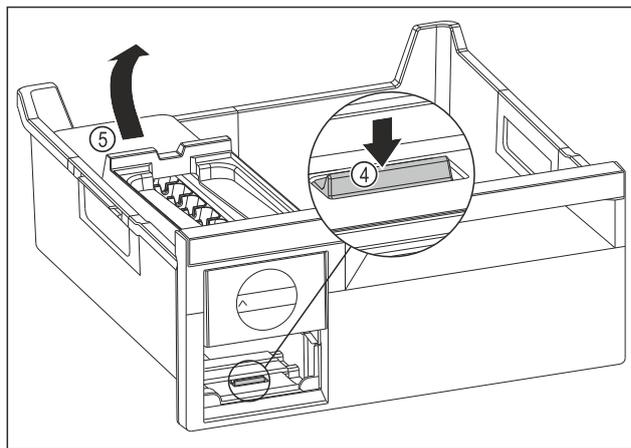

Fig. 96
- ▶ 取出 EasyTwist-Ice 机身：用手指朝下按压接片 Fig. 96 (4) 并同时从后面用另一只手提升 EasyTwist-Ice 机身 Fig. 96 (5)。